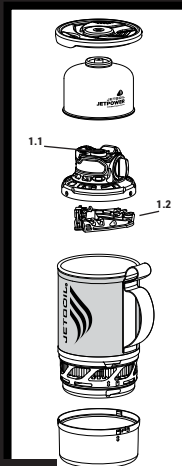

Fig. 1
4. Reportez-vous à la Fig 1 pour le rangement du contenu dans le récipient.
1. Saque los elementos incluidos en el recipiente (Fig. 1).
4. Vea la Fig. 1 para ver cómo guardar contenidos en el recipiente.